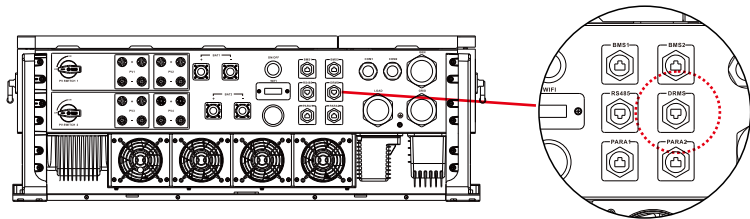

Figure 4.6-5 Interface Rj45
Étape 4. Branchez le terminal R145 à la position appropriée sur l'onduleur. Voir Figure 4.6-5.